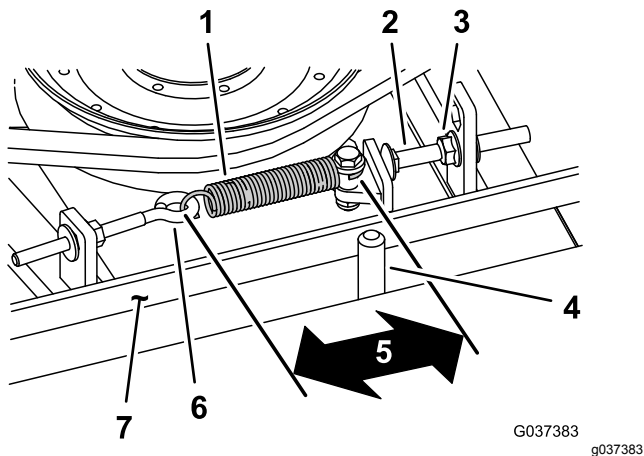

Figura 77
Cuando está correctamente tensado, la longitud en el interior del muelle de extensión (entre ganchos) debe ser de 8,3 cm a 9,5 cm aproximadamente. Una vez que haya obtenido la tensión correcta del muelle, ajuste el perno de tope (perno de cuello cuadrado) hasta que quede aproximadamente 2–5 mm de holgura entre la cabeza del perno y el brazo tensor (Figura 77).
**Nota:** Asegúrese de que la correa está colocada en el lado del muelle de la guía de la correa (Figura 77).
- Afloje el perno de ojal para poder retirar el muelle de extensión (Figura 77).
- Afloje la tuerca con arandela prensada que fija el perno de tope a la pestaña de montaje, y aparte la polea tensora de la correa para aliviar la tensión de la correa (Figura 77).
9. Conecte el muelle de extensión (Figura 77) al perno de ojal y tense la correa de la siguiente manera: